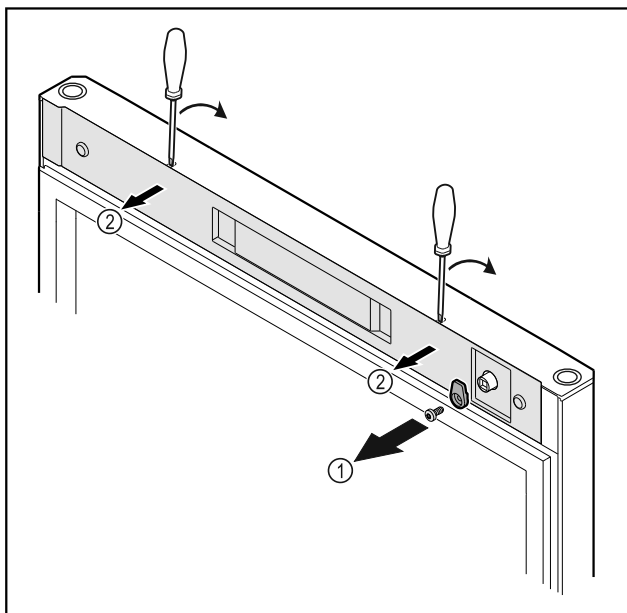

Fig. 16
- Csavarja le a reteszelő kampót Fig. 16 (1).
- Pattintsa ki a burkolatot Fig. 16 (1) egy csavarhúzó segítségével, és vegye le.